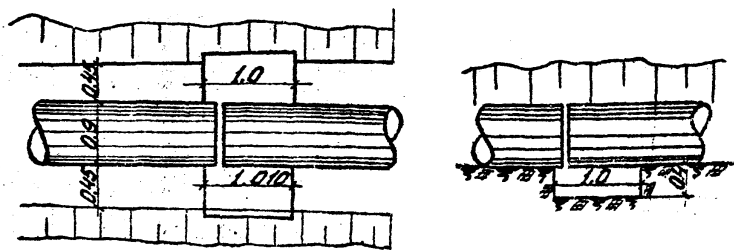

Рис.3 Приямок для заделки стыка
- д/ вырыты приямки под стыки /выполняются вручную, разработанный грунт укладывается у бортов по дну траншеи и используется для последующей подбивки уложенного трубопровода. Рытье приямков следует производить впереди монтажа на 10-12 труб. Размеры приямков см. рис. 3/;